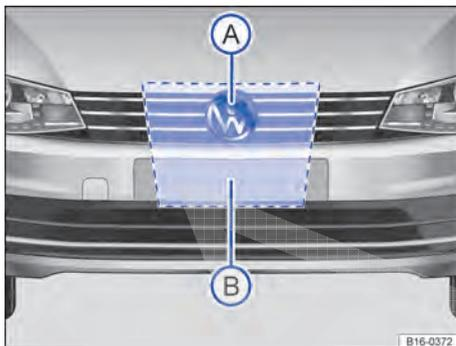

Fig. 172 Na grade do radiador, atrás do logotipo da Volkswagen: sensor do radar (A) e área que deve ser mantida livre em volta do sensor do radar (B).
Para a captação da situação do trânsito está instalado um sensor do radar → Fig. 172 (A) na grade do radiador atrás do logotipo da Volkswagen. Assim, os veículos à frente podem ser reconhecidos a uma distância de até aproximadamente 120 m.
A área frontal e ao redor do sensor do radar → Fig. 172 (B) não deve ser coberta por etiquetas adesivas, faróis extras, moldura decorativa das placas de licença ou coisas semelhantes, porque isso pode comprometer a função do Front Assist.